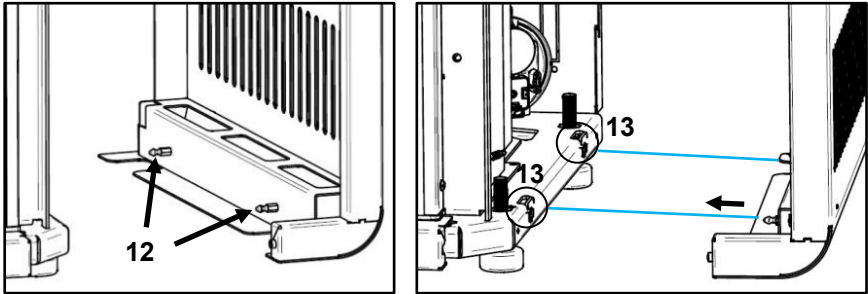

Figura 43 – Fixação das envolventes Olive
k) De seguida colocar as envolventes laterais; encaixar primeiro os apoios **10** nos rasgos **11** e depois encaixar os pernos **12** das envolventes laterais, nas molas **13** que se encontram no equipamento, como demonstra a Figura 43.